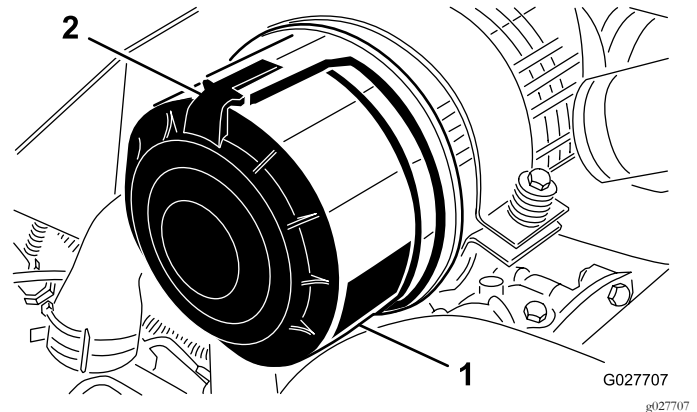

Figura 62
1. Liberte os trincos que fixam a cobertura do filtro de ar ao respetivo corpo (Figura 62).